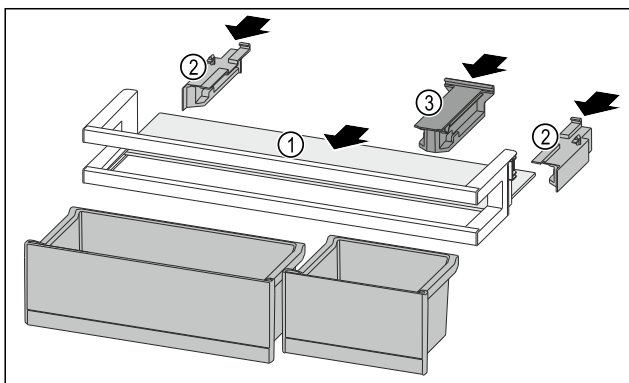

Fig. 239
- ▶ Вдвиньте съемную полку Fig. 239 (1) в боковые пазы.
- ▶ Установите боковые части Fig. 239 (2).
- ▶ Смонтируйте крепление Fig. 239 (3).